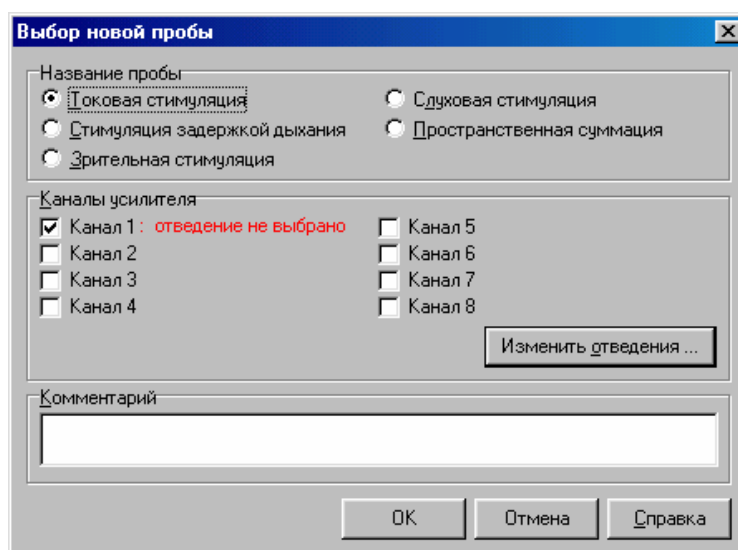

Рис. 3.8
3. В появившемся диалоге **Выбор новой пробы** (Рис. 3.8) необходимо выбрать требуемую пробу и используемые каналы усилителя. При необходимости для каждой пробы обследования можно ввести свой комментарий.